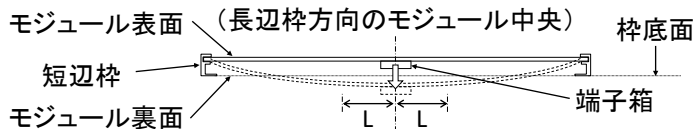

図3. モジュールのたわみ模式図(側面)
- ・ 太陽電池モジュールはモジュール表面への荷重負荷により、図3のように凹状のたわみが生じます。その際、モジュールが架台や屋根などに接触すると破損する恐れがありますので、モジュール裏面と架台などとの間には十分な隙間を確保してください。また、端子箱と架台などとの接触を避けるため、 $L<70\text{mm}$ (L は長辺枠方向のモジュール中央からの距離)の範囲に架台などを配置しないでください。